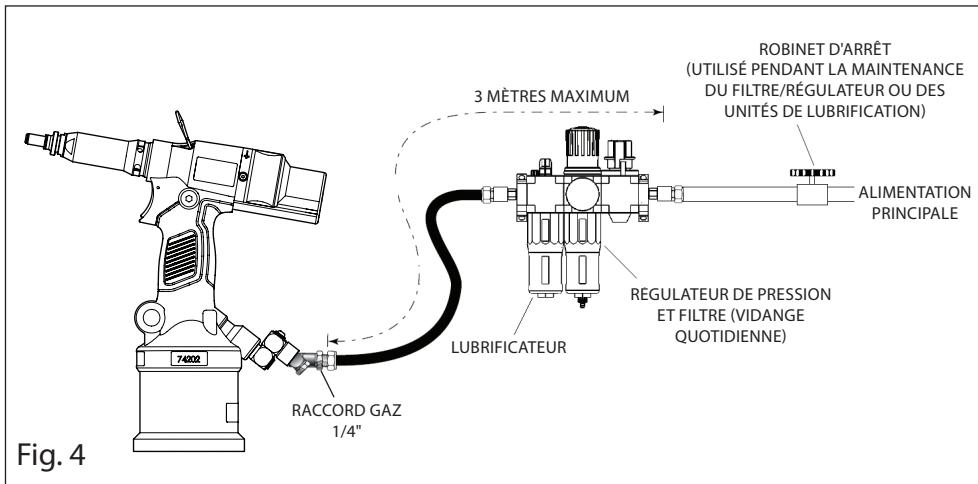

Fig. 4
- Les régulateurs de pression et les systèmes de lubrification/filtrage automatiques doivent être utilisés sur l'arrivée d'air principale à moins de 3 mètres de l'outil (voir fig. 4).